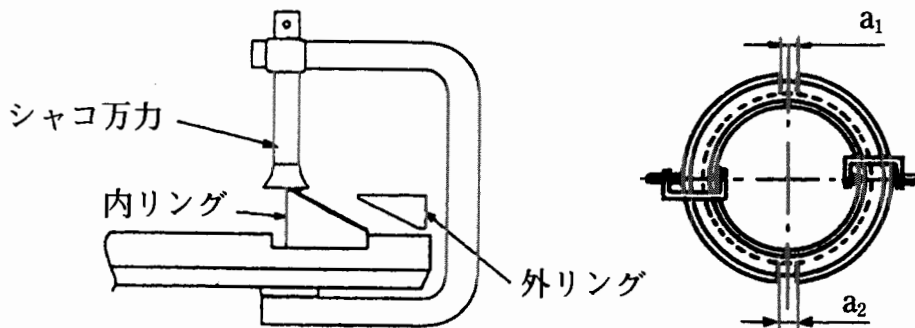

図26 内リングの固定
- (3) 呼び径75~200の場合は、図26のように内リングをシャコ万力で押さえ、内リング切断面の間隔(a_1 、 a_2)を測定、記録する。なお、この場合、あらかじめ外リングを挿し口に預け入れておく。